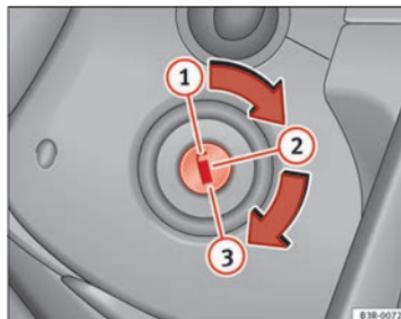

Fig. 118 Positions de la clé de contact
- Amenez la clé de contact en position ① ⇒ fig. 118.
- Retirez la clé de contact d'allumage sur la position ① ⇒ fig. 118 ⇒ △.